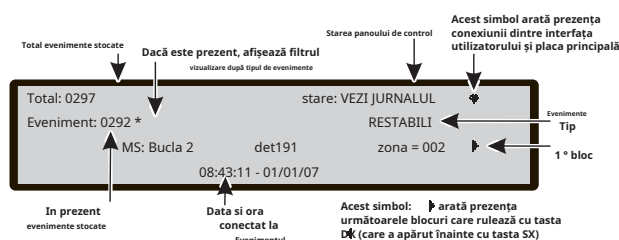

Figura 29 Afișare: Vizualizarea informațiilor panoului.
- prezența controlerului auxiliar (vezi Figura 29).